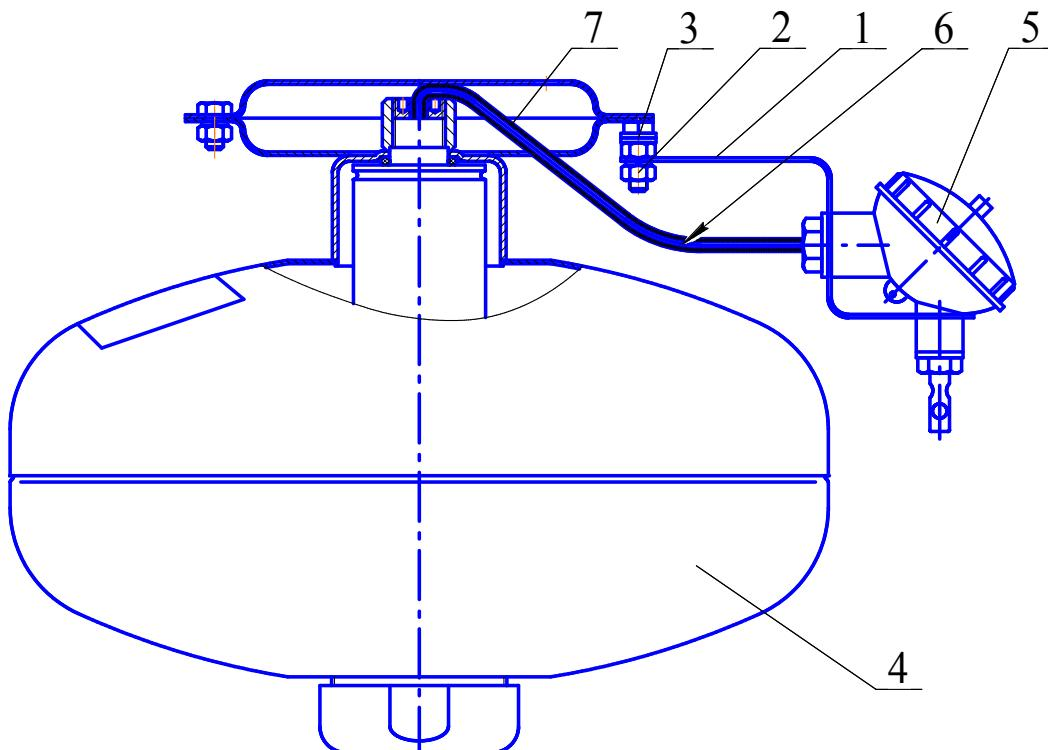
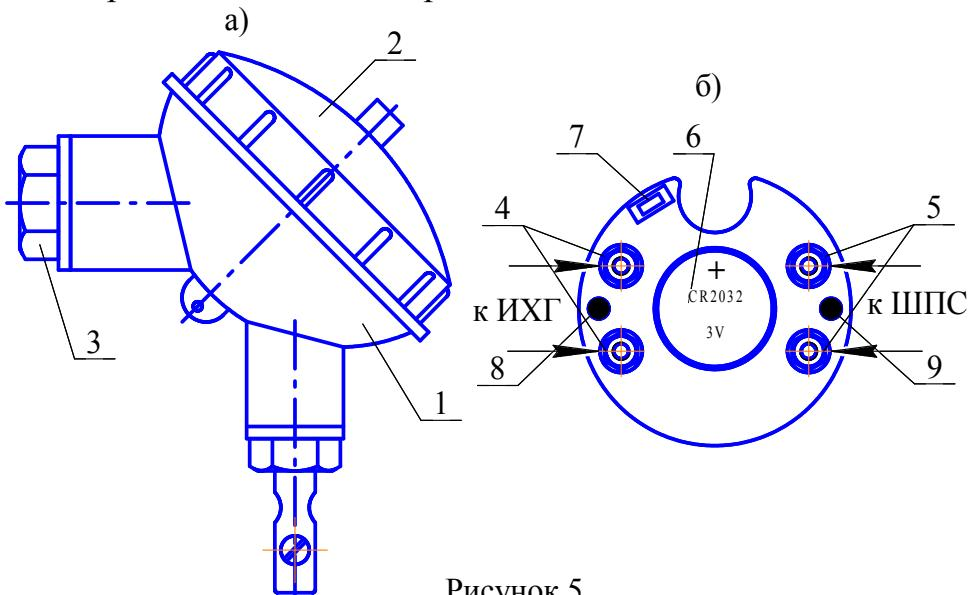

Рисунок 3
Рисунок 5
4.3.1.1 На кронштейне 1, закрепленным гайкой 2 на заземляющем зажиме 3 МПП 4 (см. рисунок 3), установлен электронный узел запуска (устройство пусковое температурное) 5. Вывода 6 элемента электропускового ИХГ, вставленные в трубку ПВХ 7, через гермоввод соединены с электронным узлом запуска 5.
6.4.2 Гайкой 2 (см. рисунок 3) закрепить на корпусе МПП кронштейн 1.
6.4.3 С корпуса 1 электронного узла запуска (см. рисунок 5) открутить крышку 2 и винт 3. Через отверстия винта 3, кронштейна 1 (см. рисунок 3) в гермовод электронного узла запуска ввести провода элемента электропускового ИХГ и при необходимости ШПС. Винтом 3 согласно рисунку 3 закрепить на кронштейне электронный узел запуска.